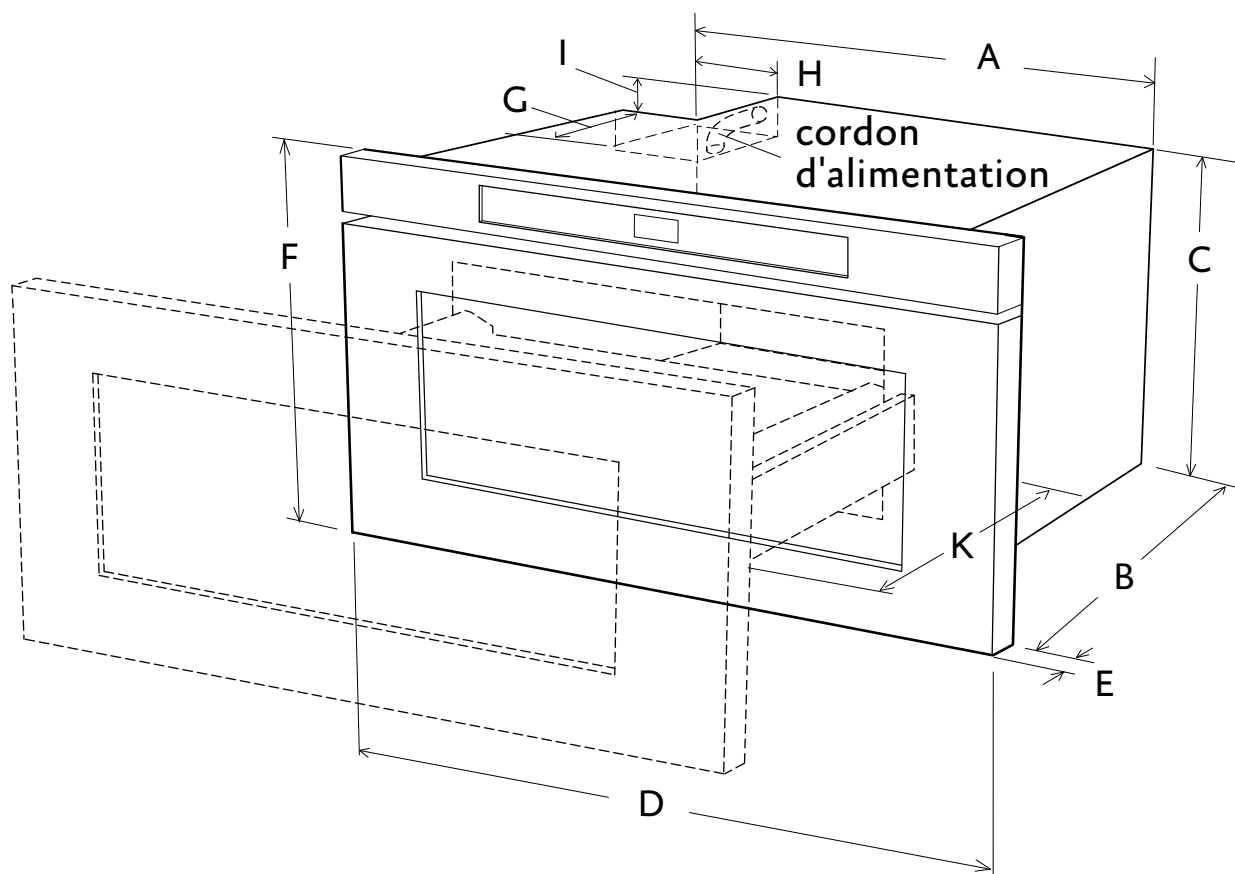
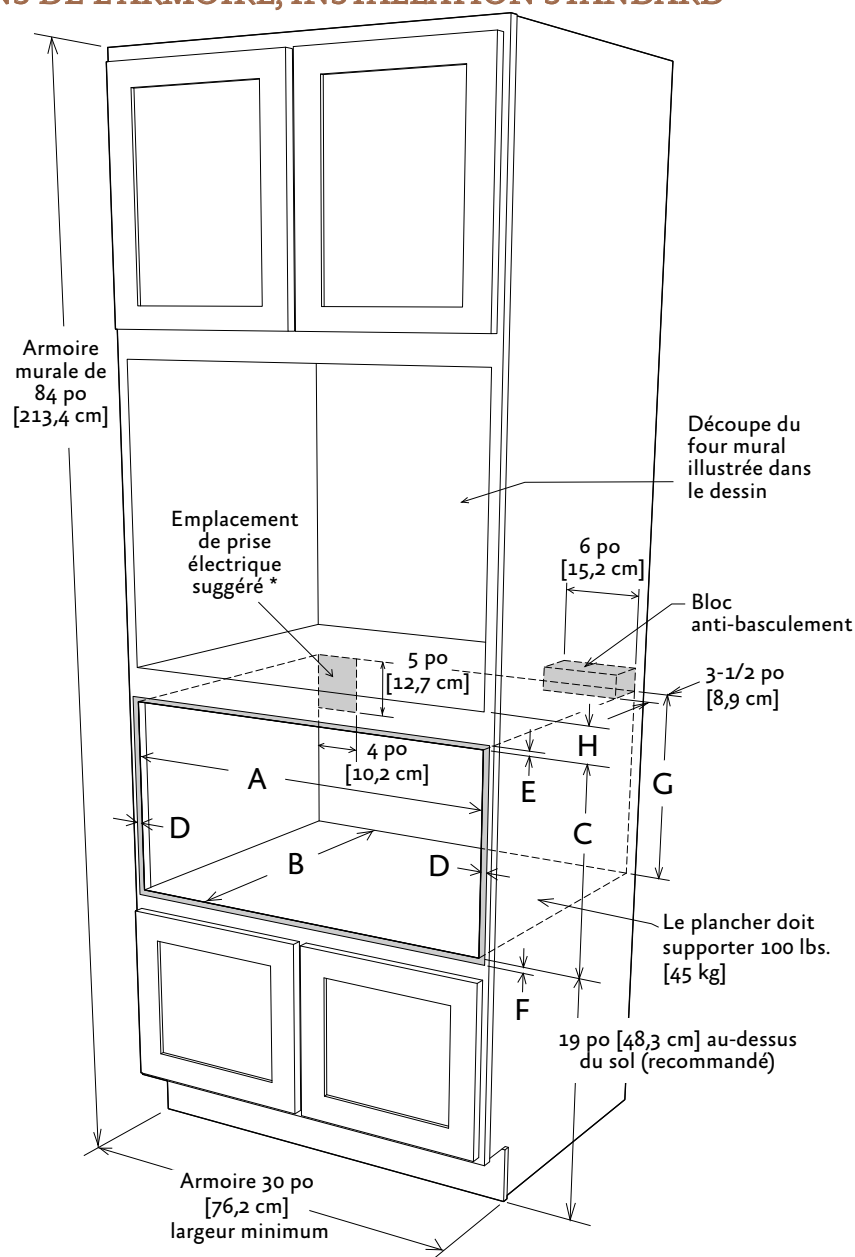
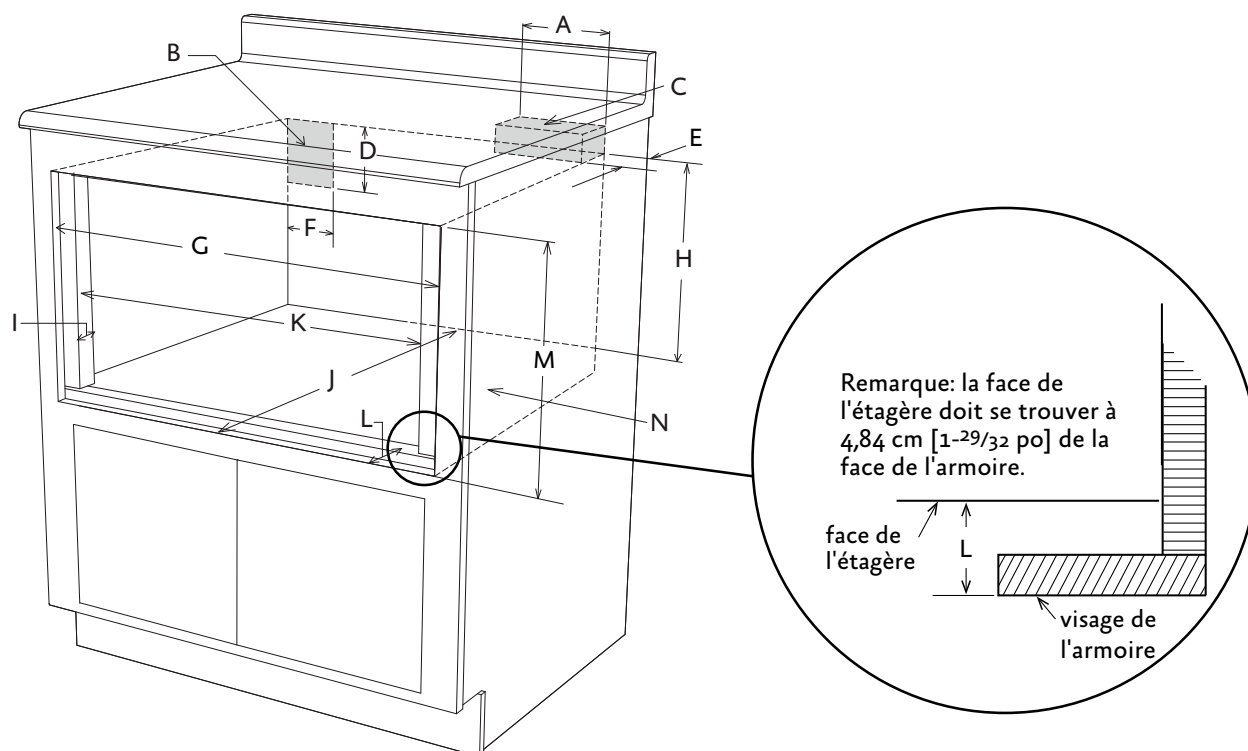

Figure 1. Dimensions de tiroir à micro-ondes
Figure 2. Montage standard sous le four
Figure 4. Montage encastré sous le comptoir
AVERTISSEMENT N'installez pas le tiroir dans un armoire combustible à moins qu'il ne respecte les dégagements et dimensions indiqués aux pages suivantes. Voir les figures 1, 2 et 3.
- La figure 1 montre les dimensions de l'unité. Les figures 2 à 3 fournissent un dégagement minimal pour une installation standard (sans rinçage). Les figures 4 à 9 montrent les dégagements et des informations supplémentaires pour une installation encastré (affleurante). L'emplacement suggéré pour les prises électriques est indiqué dans les figures.¹
Voir les figures 1 à 6 pour connaître les dégagements et les dimensions nécessaires lors de la planification de l'emplacement du tiroir.